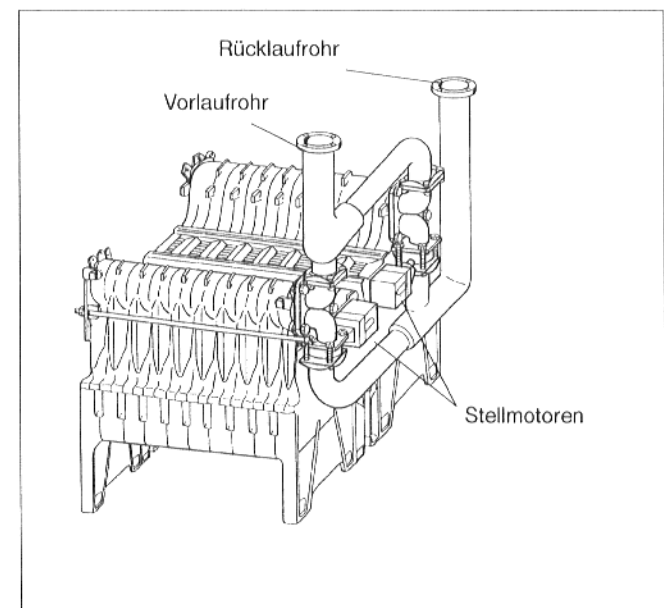

Abb. 12: Version Ringdrosselklappe
- Die Flansche der beiden Ringdrosselklappen so zwischen die Flansche schieben, daß die Stellmotore zur Kesselmitte zeigen und die Elektro – Anschlüsse sich oben befinden (Abb. 12). Dichtungen einlegen.
- Rücklaufrohr fest (über Kreuz alle 4 Schrauben pro Seite und Muttern) anschrauben (Abb. 12).